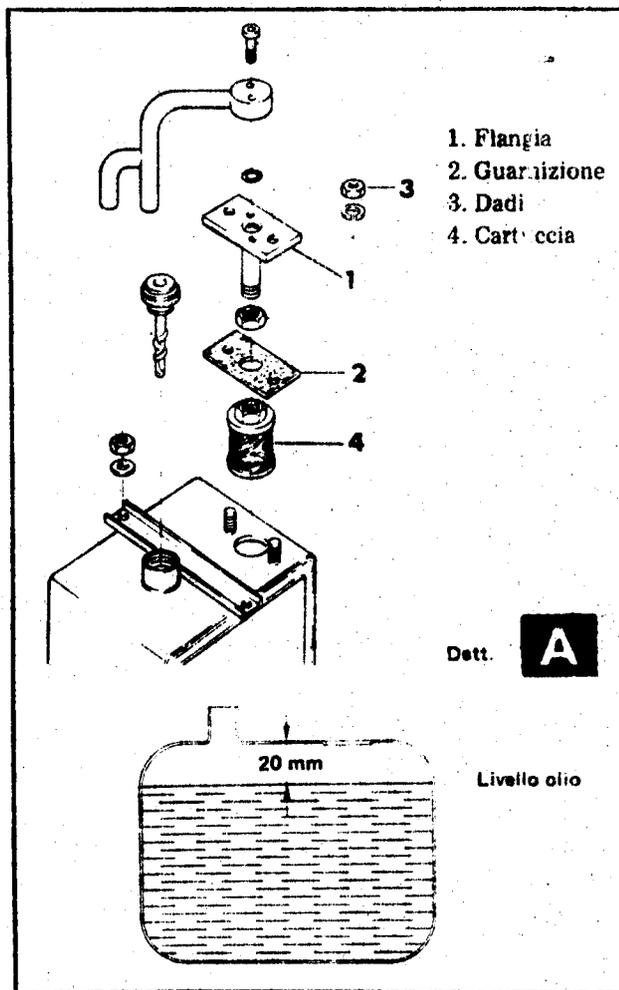

Figura 20. Sostituzione filtro impianto idraulico
1. Controllare il livello dell'olio nel serbatoio con i martinetti di sollevamento attrezzi e comando sterzo completamente retratti. L'olio deve trovarsi a circa 20 mm dal bordo del serbatoio (vedere Dett. A della figura 20).
La cartuccia del filtro dell'impianto idraulico deve essere sostituita all'incirca ogni 250 ore di lavoro. Per sostituire la cartuccia, procedere nel modo seguente (vedere figura 20):